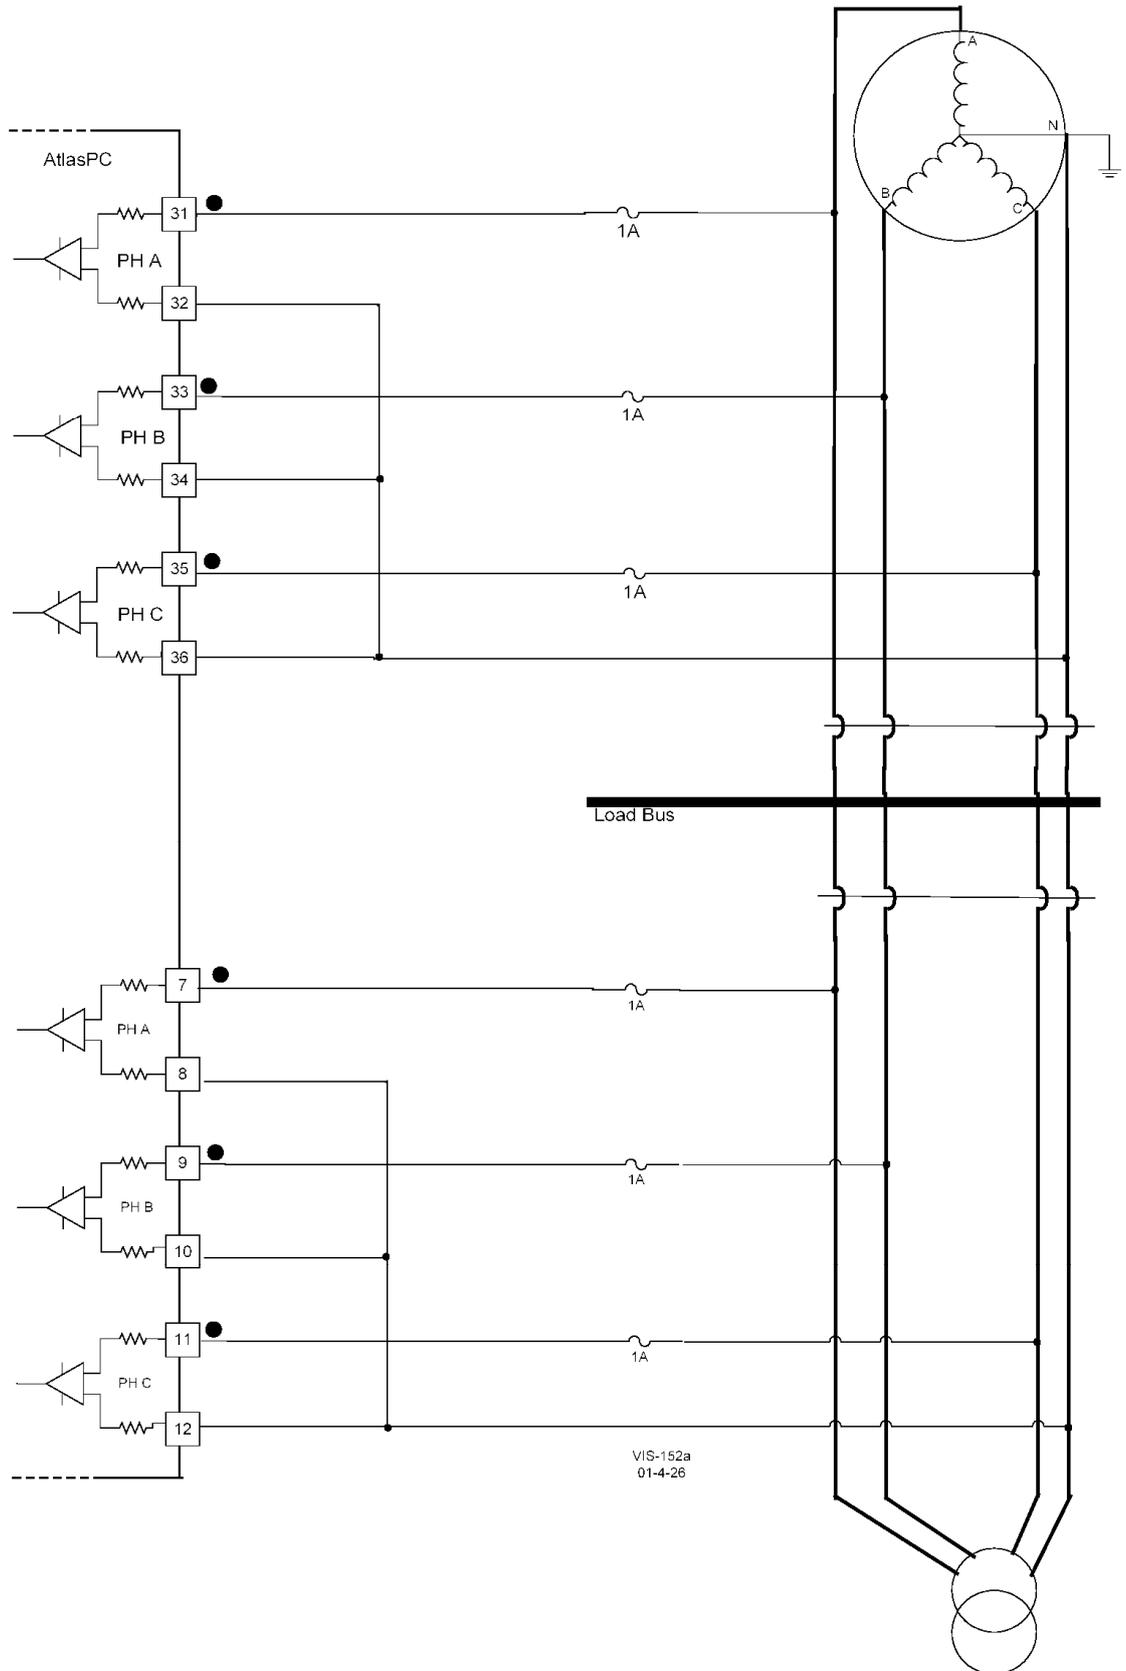

図 6-2. Y結線のシステム (配線方法の一例、L-N 接続された3相交流のPT 信号のPowerSense ボードへの配線)
- PT 配線に関しては、図 6-2～6-6 を参照してください。